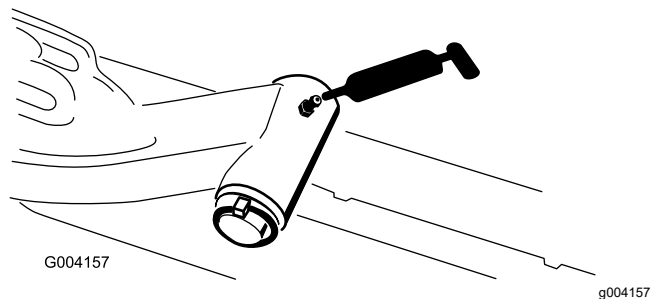

Рисунок 44
- Ось поворота подъемного рычага (по 1 шт.) —Рисунок 44